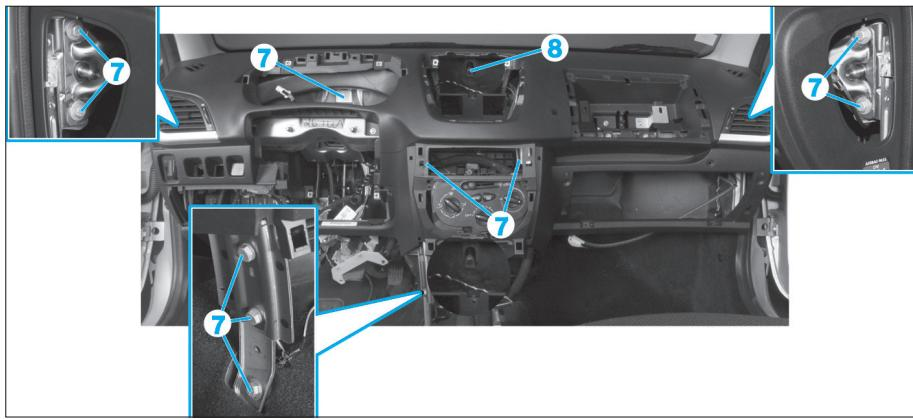

Fig. 18
- Déposer les fixations hexagonales de 13 (7) et la vis Torx de 20 (8) (Fig.18).